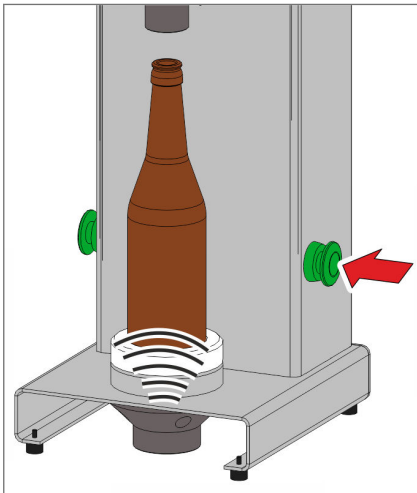

Abb. 43 Aufschäumer betätigen
08. Drücken Sie je nach Getränkesorte den rechten Drucktaster für 1 – 5 s, bis der Schaum fast die Oberkante des Flaschenhalses erreicht (Abb. 43).